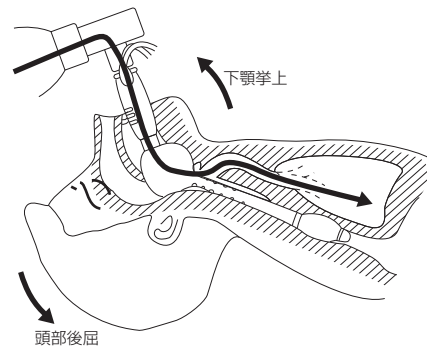

図6.挿入後の換気
1. CPRボードなどの頭位保持器具を使用し、患者を頭部後屈状態にする。(図6)
2. 換気が不十分な場合は下顎挙上を併用すること。これにより舌根および喉頭蓋の沈下を防止し、より有効な気道確保が可能となる。(図6)